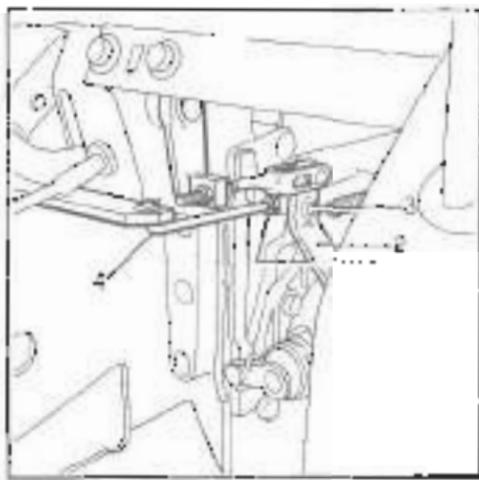

Fig. 19 · Bild 19
Se i freni slittano o la corsa a vuoto del pedale diviene eccessiva (superiore a 20 mm) regolare i tiranti di comando destro e sinistro (5) nel modo seguente (vedete la fig. 19):
1. Allentare il controdado (1) in prossimità della leva di comando apertura ceppi (2).
2. Avvitare il dado di regolazione (3) fino ad ottenere una corsa a vuoto del pedale inferiore a 20 mm.
3. Serrare nuovamente il controdado (1).
If brakes tend to slip or the pedal idle travel is found excessive (exceeding 20 mm) adjust the right h and left h control rods (4) as outlined (see fig. 19).
1. Unloose jam nut (1) close to shoe opening lever (2).
2. Tighten set nut (3) until the pedal idle stroke obtained does not exceed 20 mm.
3. Secure jam nut (1) again.
En cas de patinage ou si la course à vide de la pédale s'avère excessive (supérieure à 20 mm), procéder au réglage des tringles droite et gauche (4) comme indiqué (voir fig. 19):
1. Desserrer le contre-écrou (1) à proximité du levier d'ouverture des sabots (2).
2. Serrer l'écrou (3) jusqu'à ce qu'une course libre de la pédale au-dessus de 20 mm ne soit obtenue.
3. Ré-serrer le contre-écrou (1).
Sollten die Bremsen rutschen oder der freie Pedalweg zu lang werden (über 20 mm), die Steuergestänge Links und rechts (4) wie folgt einstellen (siehe Bild 19).
1. Die Gegenmutter (1) nahe dem Steuerhebel zum Öffnen der Bremsbacken (2) lösen.
2. Die Einstellmutter (3) bis zur Erreichung eines freien Pedalweges niedriger als 20 mm anschrauben.
3. Die Gegenmutter (1) wieder anziehen.